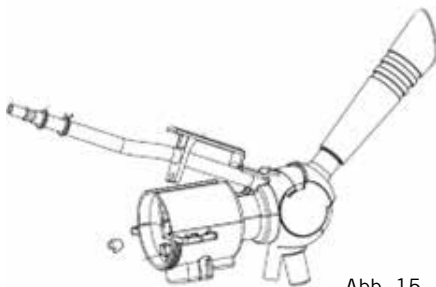

Abb. 15
6. Drücken Sie den chromfarbenen, quadratischen Knopf unter dem Schlauch der Zapfhahn-Einheit im Geräteinneren. Sie können nun den Deckel der Zapfeinheit mit Bierschlauch nach oben klappen (Abb. 15).